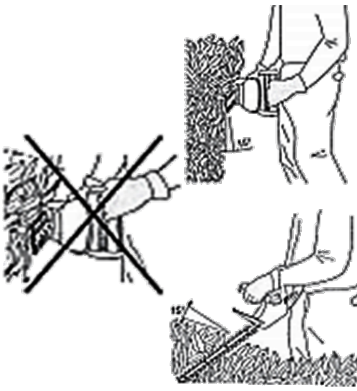

Рисунок 2
4.2.6 Для досягнення найкращих результатів, тримайте кущоріз таким чином, щоб кут між різальними ножами і кущами був приблизно 15 градусів (дивіться рисунок 2).